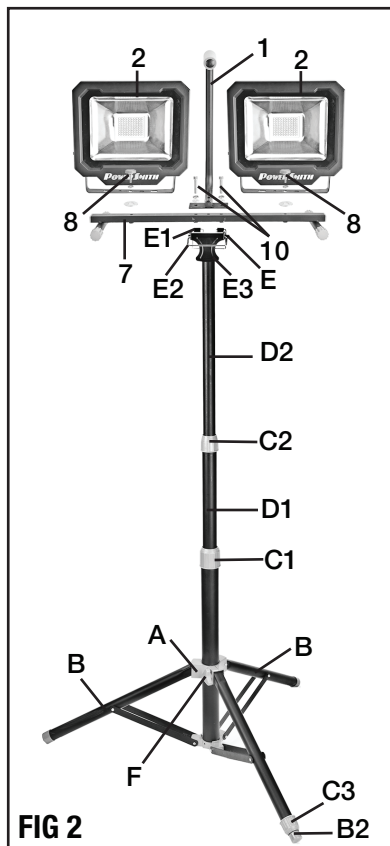

FIG 2
## AJUSTE DEL TRÍPODE (FIG 2)
## CONEXIÓN DEL ASA DE TRANSPORTE EN EL SOPORTE (FIG 2)
## CONEXIÓN DE LAS CABEZAS DE LAS LUCES DE TRABAJO EN EL PEDESTAL (FIG 2, 3)
1. Coloque el pedestal (7) sobre una superficie plana.
2. Use las perillas de traba (8), las arandelas planas y las arandelas de resorte para sujetar ambas cabezas de las luces de trabajo, en las partes laterales del pedestal según se muestra en la FIG 2.
## CONEXIÓN DEL CONJUNTO DE LUZ DE TRABAJO EN EL TRÍPODE (FIG 2, 4)